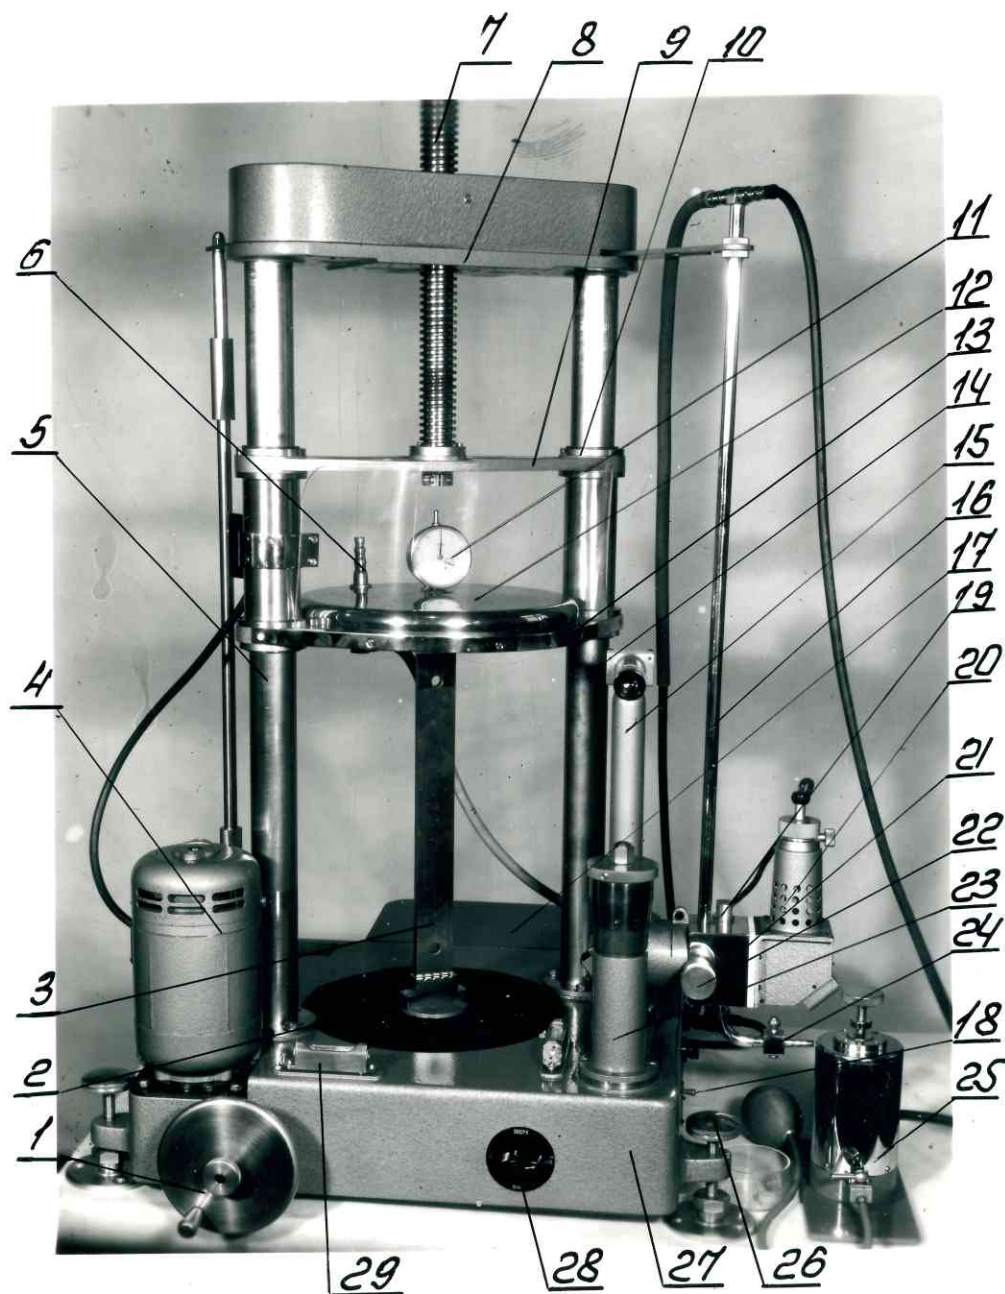
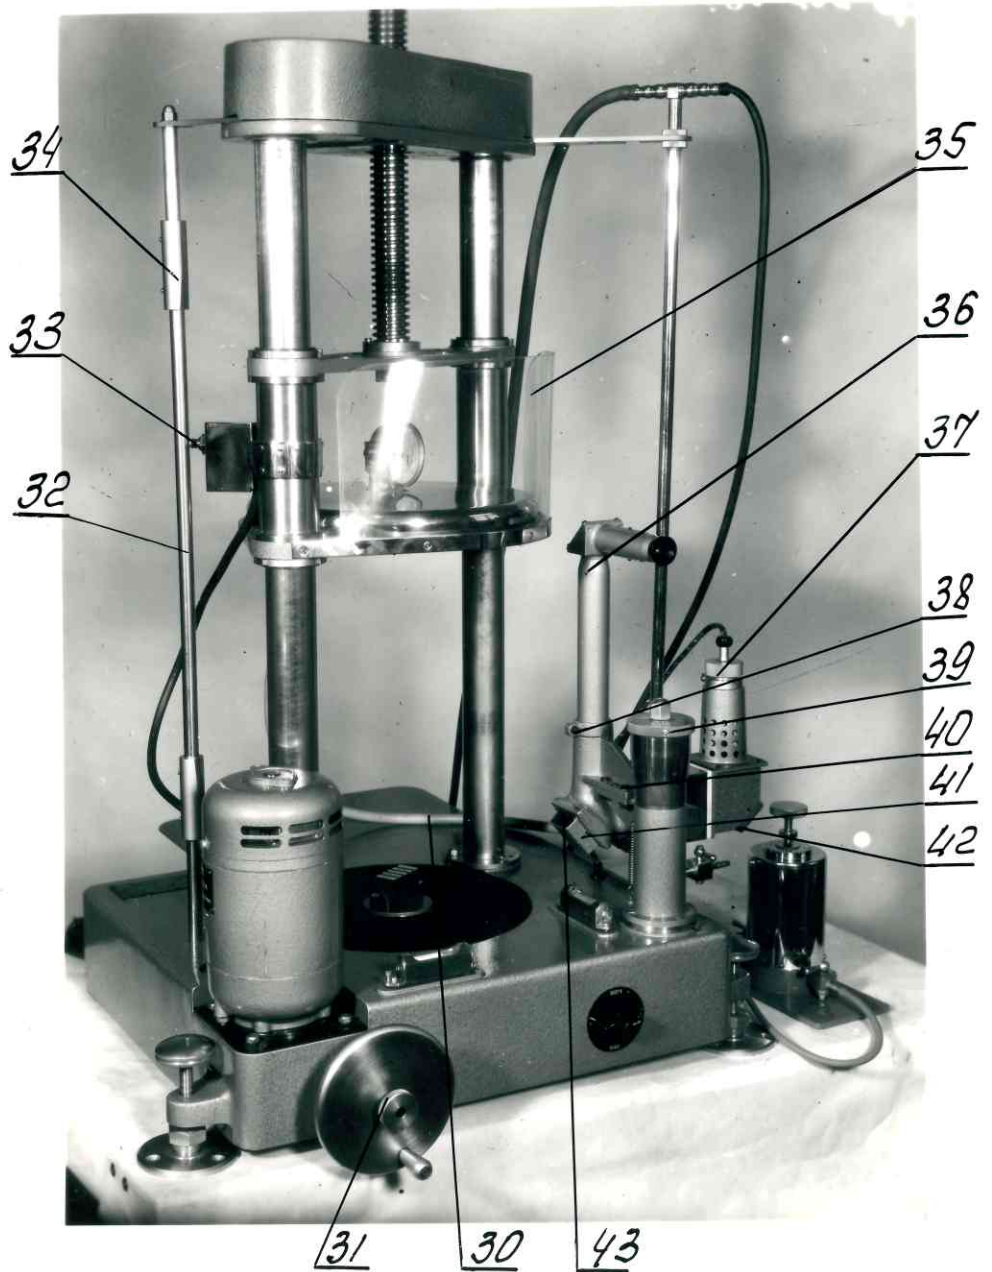

Рис. 2. Общий вид микроманометра
Рис. 3. Общий вид микроманометра
5.2. Микроманометр МКМ-4, общий вид которого представлен на рис.2 и 3 состоит из следующих основных узлов:
закреплен подвижный сосуд 12 (см.рис.2). Гайка с зубчатым колесом 9
чателем 33 (см.рис.3). Микровыключатель установлен на левой колонке
10 (см.рис.2), а стойка 32 (рис.3) имеет две клиновидные втулки 34
на 90° рукояткой 31 (см.рис.3), переключающей зубчатое колесо, распо-
ложенное на оси маховика. Трехпозиционный переключатель 28 (см.рис.2)
Подвижный сосуд снабжен: верхним штуцером 6 для сообщения его с источником меньшего давления. Этот штуцер также используется для установки термометра при измерении температуры воды в сосуде, нижним штуцером для резиновой трубки 30 (см.рис.3), индикатором II. Ножка индикатора проходит через отверстие в траверсе 13.
На траверсе установлен предохранительный щиток 35 (см.рис.3) из органического стекла.
Неподвижный сосуд 21 (см.рис.2) закреплен на основании и снабжен механизмом регулировки 23 и устройством контроля уровня жидкости.
Устройство для контроля уровня жидкости в неподвижном сосуде состоит из осветителя 20, стекла с риской толщиной около 12 мкм, укрепленного в держателе 22, двух зеркал в оправках 41 и 42 (см.рис.3) и микроскопа 15 (см.рис.2).
Вертикальная трубка 16 для повышенного давления оканчивается двумя штуцерами. Один из штуцеров предназначен для соединения с поверяемым прибором, другой - для соединения с сильфонным прессом 25 Рис.2, с помощью которого создают необходимое давление.
6.3. Установите узел микроскопа, состоящий из микроскопа, кубе осветителя и переходной коробки, на кронштейн механизма регулировки уровня жидкости (см.рис.2), закрепив крепежными изделиями (винтами, гайками, шайбами), находящимися в гнездах кронштейна.
6.4. Установите на место даток I7 (см.рис.2).
6.5. Снимите крышки со штуцеров повышенного давления у вертикальной трубки I6 (см.рис.2).
6.6. Соедините резиновыми трубками (см.рис.2 и 3):
6.8. Снимите крышку со штуцера 6 (см.рис.2)
8.4. Установите неподвижный сосуд в среднее положение (на отметку "0" по вертикальной шкале колонки микрометрического винта) вращением микрометрического винта 39 (см.рис.3) механизма регулировки уровня жидкости неподвижного сосуда.
9.4. Приведите теневого подвижного индекса в середину биссектора поворотом микрометрического винта 39 (см. рис. 3) механизма регулировки уровня жидкости.